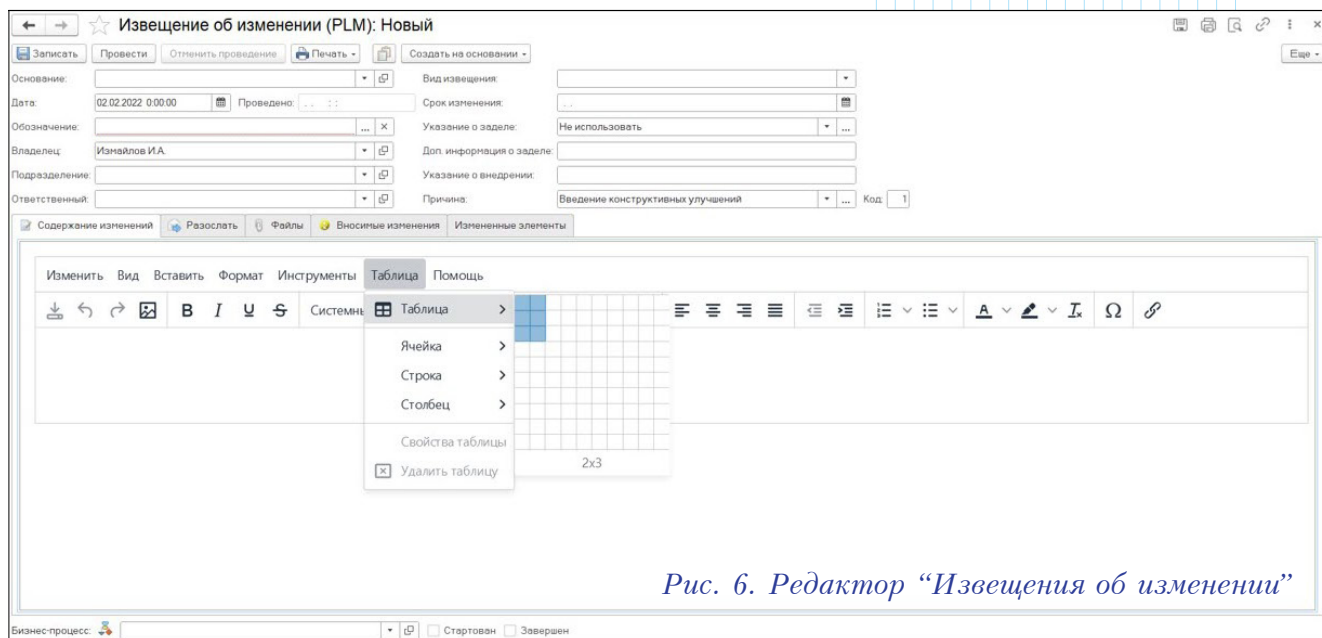

Рис. 6. Редактор “Извещения об изменении”
- для формы “Извещения об изменении” доступен редактор, позволяющий работать с таблицами, использовать картинки в содержании извещения, редактировать текст, применять спецсимволы и т.д. (рис. 6);